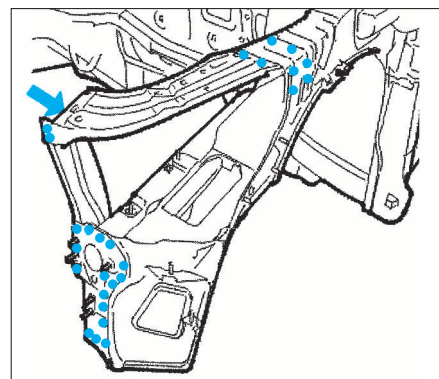

FIG. 6
- Souder à la pointeuse électrique (Fig.6).